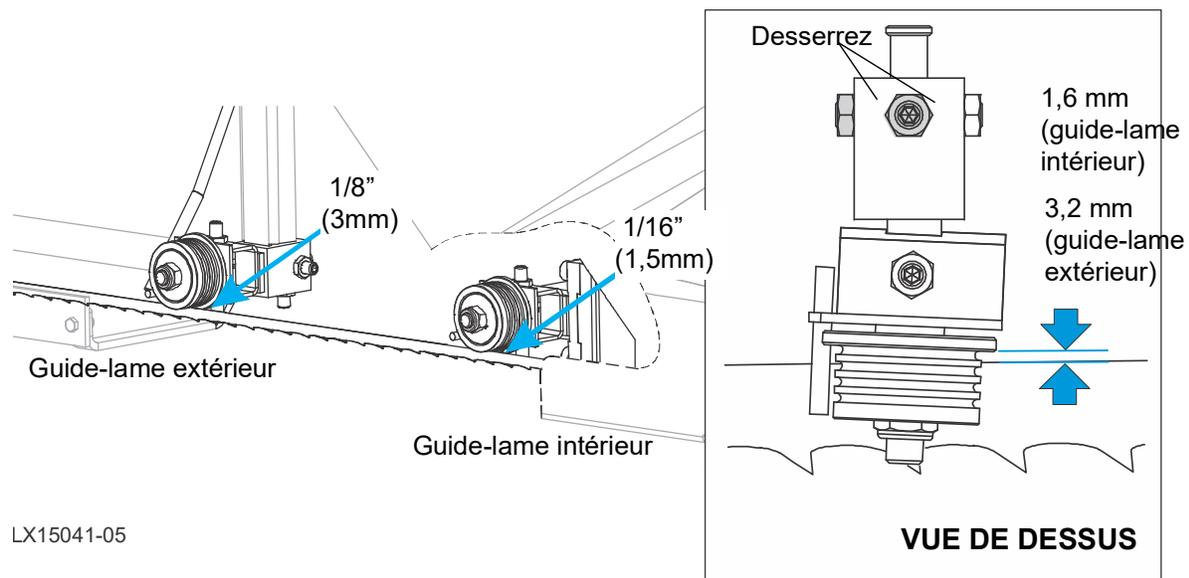

FIG. 4-9
6. Assurez-vous que la distance entre la bride sur le **galet guide-lame intérieur** et le bord arrière de la lame est de 1/16" (1,5 mm). Voir Figure 4-9.